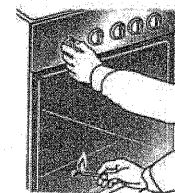

Рис. 14
- одновременно с поворотом ручки крана поднести горящую спичку к запальному отверстию (рис. 14);